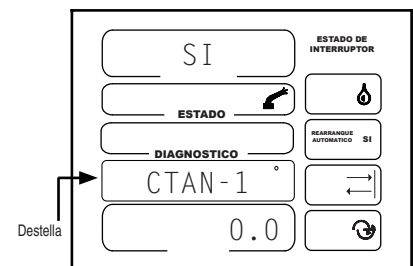

Figura 29-3
- Si el sector nunca se programó y no hay contornos anchos programados con una numeración más baja entonces el ángulo de activación será 0,0°. Vea la Figura 29-3.